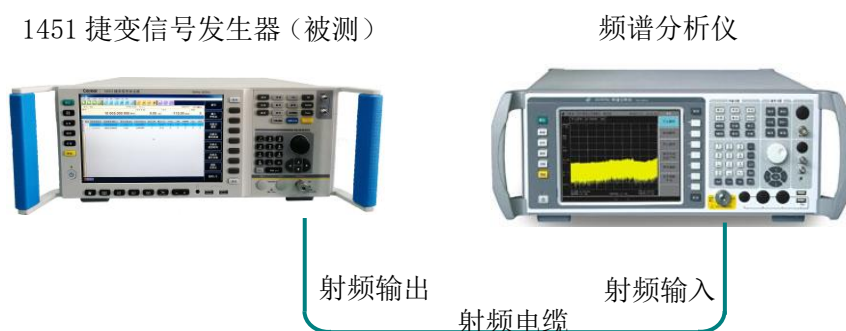

图 6.4 谐波寄生、非谐波寄生测试
测试框图：见图 6.4
- 1) 按图 6.4 连接设备，开机预热至少 30min。